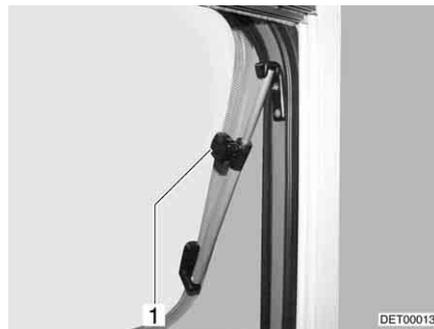

Fig. 94 Ventana abatible con soporte giratorio
- Abrir la ventana abatible hasta la posición deseada y fijarla con el botón moleteado (Fig. 94,1).
- Girar el botón moleteado (Fig. 94,1) hasta que se libere el bloqueo.